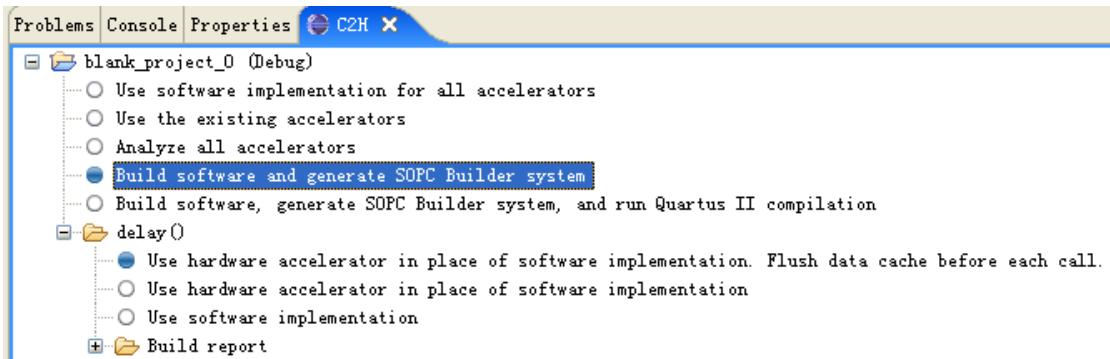

图 8-5 C2H 编译器加速选项（硬件加速）
26. 选了之后会在下方多出 C2H 的设定, 选择“Build Software and generate SOPC Builder system”和“Use hardware accelerator in place of software implementation. Flush data cache before each call”。如图 8-5。